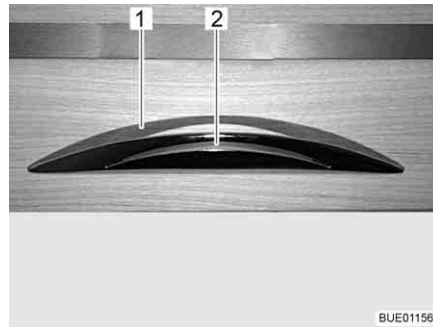

Fig. 53 Abattant de placard avec poignée de déverrouillage
- Enfoncer la poignée de déverrouillage (Fig. 53,2) et la maintenir enfoncée.
- Tirer sur la poignée de déverrouillage (Fig. 53,1) jusqu'à ce que l'abattant de placard s'ouvre.